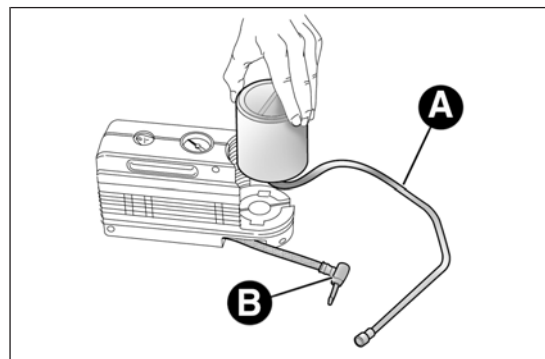

fig. 139
- ☐ disinserisci l'innesto A fig. 139 e scollega il tubo B;